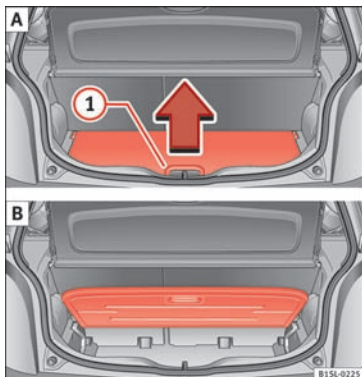

Fig. 71 A: åbning af variabel bagagerumsbund. B: opklappet variabel bagagerumsbund
- For at *klappe* bagagerumsbunden *op* skal du løfte grebet »» **Fig. 71 ①** i pilens retning og trække bunden helt op »» **Fig. 71 B**.